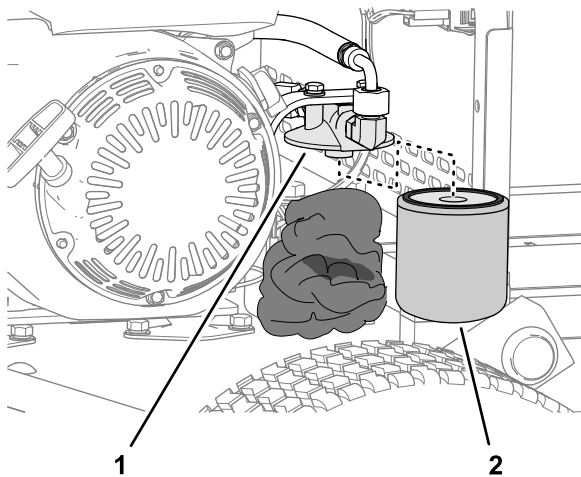

図 37
2. 油圧フィルタの下にウェスを詰める **図 37**。
3. 注意深く油圧フィルタを外す 図 37。
5. 新しい油圧フィルタをフィルタヘッドに取り付ける 図 37ガスケットがフィルタヘッドに当たるまで手で回し、そこからさらに 3/4 回転締め付ける。